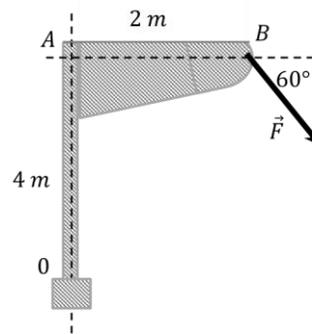

Fig. 3.4.
3.4.- Una fuerza de 600 (N) se aplica en el punto B de la Fig. 3.4. Calcular el torque que realiza la fuerza respecto del punto A y respecto de 0.